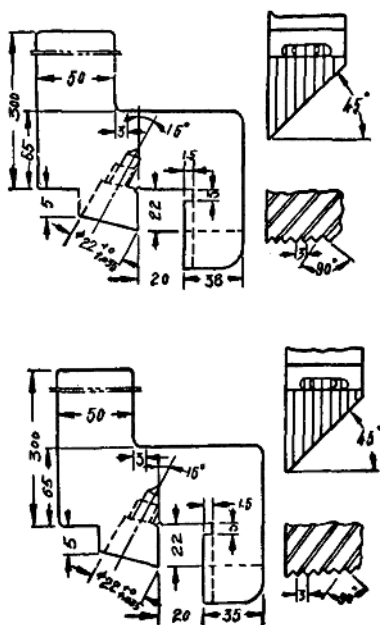

图 5
(3) 导轨刨刀柄 它有左右单面、双面两种，如图 5、6 所示，并有凹凸之分。这种刀柄，只要运用两把单面导轨刨刀或整把导轨刨刀就可使用了。